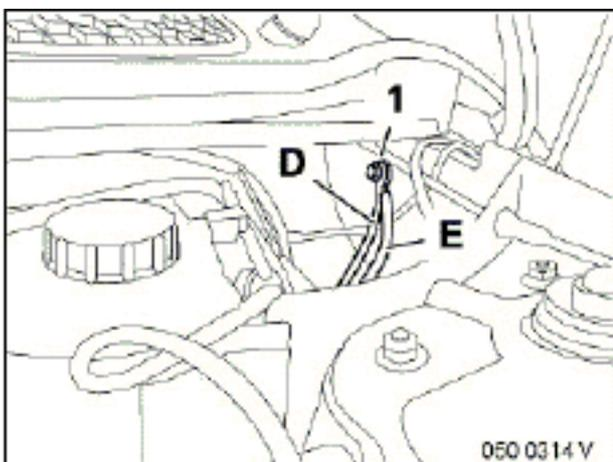

fig.4
Individuate il filo del comando dell'abbagliante reperibile nel cablaggio in discesa dal cofano, collegate in parallelo un filo che andrà alla posizione 86 del relais (bobina). Collegate la posizione 85 del relais (bobina) ad un punto di massa sulla scocca (1, fig. 4) o direttamente al polo negativo della batteria.
Collegate alla posizione 87 del relais il filo con il fusibile (L) che andrà al positivo della batteria o al polo positivo che alimenta la scatola fuse originale (1, fig. 4)
Collegate due fili dei cavi dei faretto che li alimenteranno positivamente (+12) alla posizione 30 del relais, infine collegate gli altri due fili ad un punto di massa sulla scocca o al polo negativo della batteria (1, fig. 4).